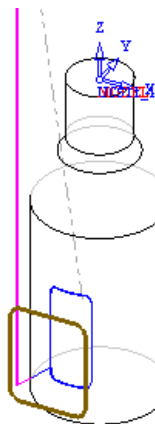

图 5-35 生成的刀具路径(3)
5) 计算刀具路径。完成参数设置后, 单击“NC Process Manager”对话框中的保存并计算按钮, 运算当前加工程序, 此时图形区显示的刀具路径如图 5-35 所示。